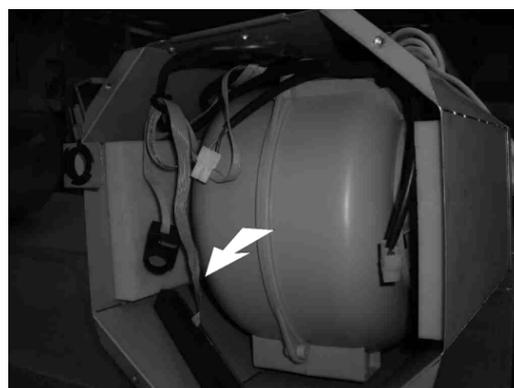

Fig.13
10. Déconnecter les connexions (fig. 13) et sortir le bloc moteur.